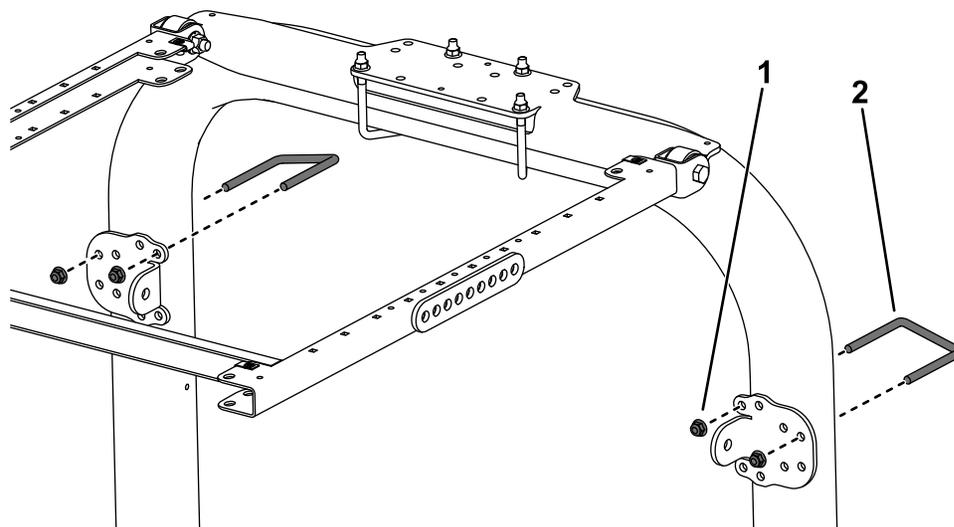

Figura 4
4. Utilizzando i fori di montaggio illustrati nella Figura 4, fissate, senza serrarla, ciascuna delle